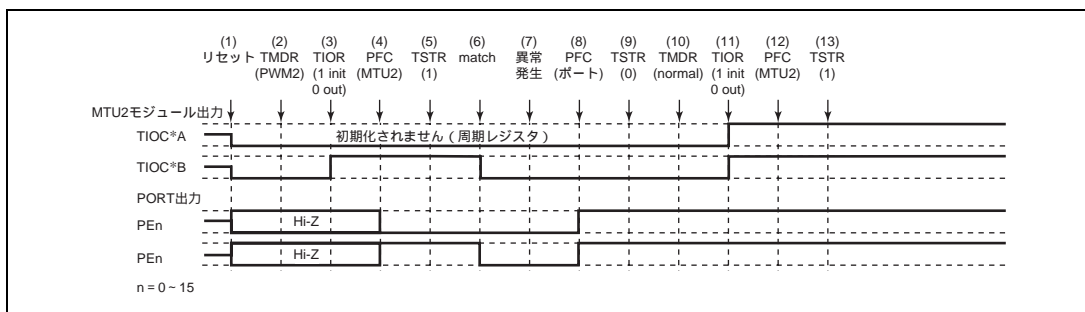

図 10.150 PWM モード 2 で異常が発生し、ノーマルモードで復帰する場合
PWM モード 2 で異常が発生し、再設定後ノーマルモードで再スタートする場合の説明図を図 10.150 に示します。
(1) ~ (9) は図 10.150 と共通です。
(10) PWM モード 1 を設定します。
(11) TIOR で端子を初期化してください (PWM モード 1 では TIOC*B 側は初期化されません)。
(12) PFC で MTU2 出力としてください。
(13) TSTR で再スタートします。
(15) PWM モード 2 で動作中に異常が発生し、PWM モード 2 で再スタートする場合の動作
(10) PWM モード 2 で再スタートする場合には必要ありません。
(11) TIOR で端子を初期化してください (PWM モード 2 では周期レジスタの端子は初期化されません)。
(16) PWM モード 2 で動作中に異常が発生し、位相計数モードで再スタートする場合の動作
- (1) ~ (9) は図 10.150 と共通です。
- (10) 位相計数モードを設定します。
- (11) TIOR で端子を初期化してください。
- (12) PFC で MTU2 出力としてください。
- (13) TSTR で再スタートします。
(17) 位相計数モードで動作中に異常が発生し、ノーマルモードで再スタートする場合の動作